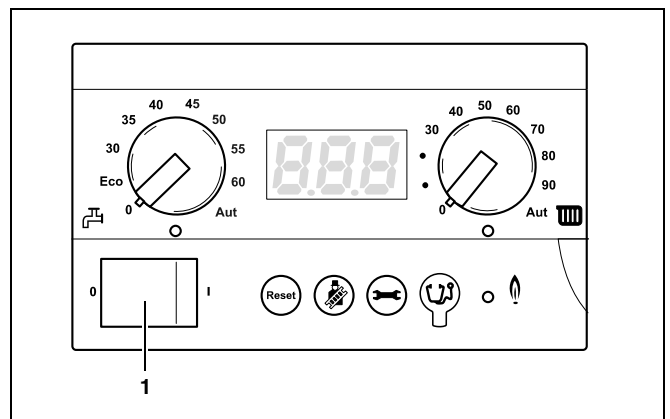

Abb. 20 Basiscontroller BC10
- Heizungsanlage am Betriebsschalter des BC10 (Abb. 20, **Pos. 1**) ausschalten.
- Betriebsschalter am BC10 (Abb. 20) in Stellung „1“ lassen.
- Heizungsanlage am Betriebsschalter des BC10 (Abb. 20) ausschalten.